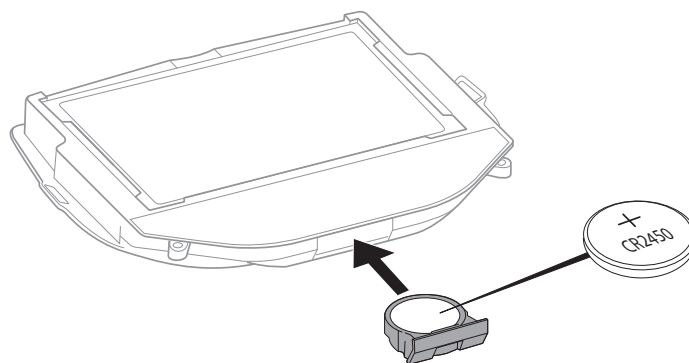

Fig. 21h
- e. Pour remplacer la pile, repérer la petite fente située à l'avant et dans le bas du filtre à lentille photosensible. Dégager le porte-piles à l'aide d'un ongle ou d'un petit tournevis. Remplacer la pile par une nouvelle pile ronde de type CR2450 et remettre le porte-piles en place (Fig. 21h). Tous les témoins lumineux sur le filtre s'allumeront.